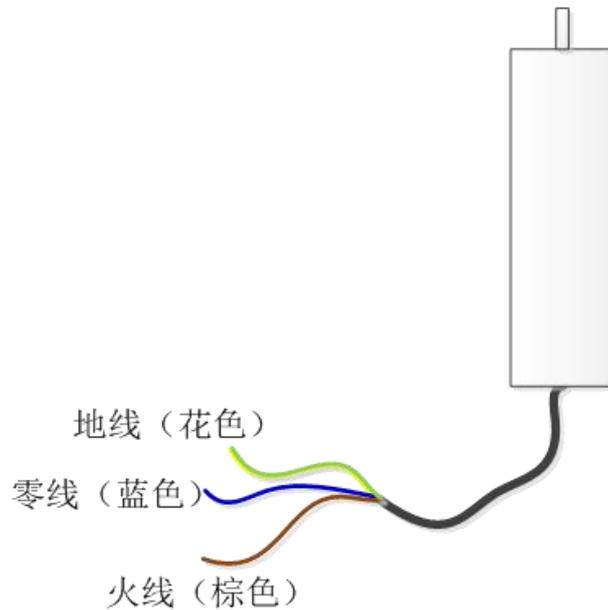

图 2 接线示意
- 4) 依图 2 接好电机供电线路；[接好火线、零线、地线即可，其余线头分别包好，防止短路]